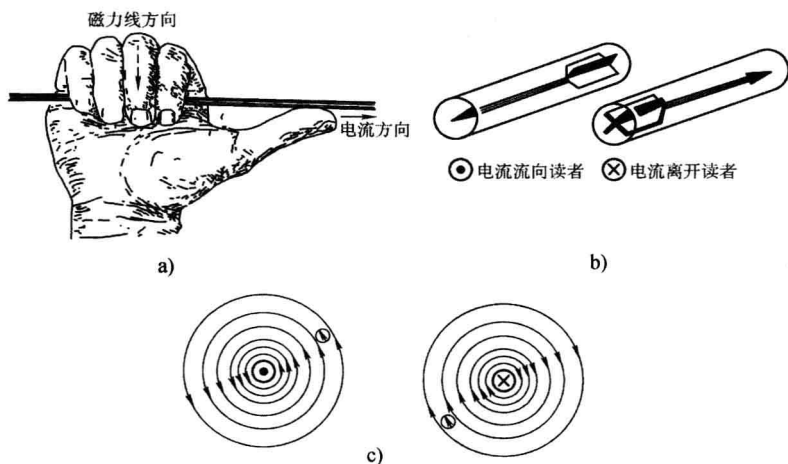

图 1-1 导线中的电流方向和导线周围的磁力线方向示意图
1) 直导线通电后，生成磁场的磁力线方向，如图 1-1 所示。
众所周知，电流能在其周围空间产生磁场，在空间中每一点的磁场都不同，如图 1-1 所示，但空间中每一点的磁场强度 (H) 有可能相同。但如果要计算其大小，明显现有的数学工具是不够的，且作为工厂电工也没有必要。只要能定性地画出磁力线，并知道磁力线在某点的切线方向即该点 $\vec{H}$ 的方向，磁力线越密处 H 值越大，就足够了。